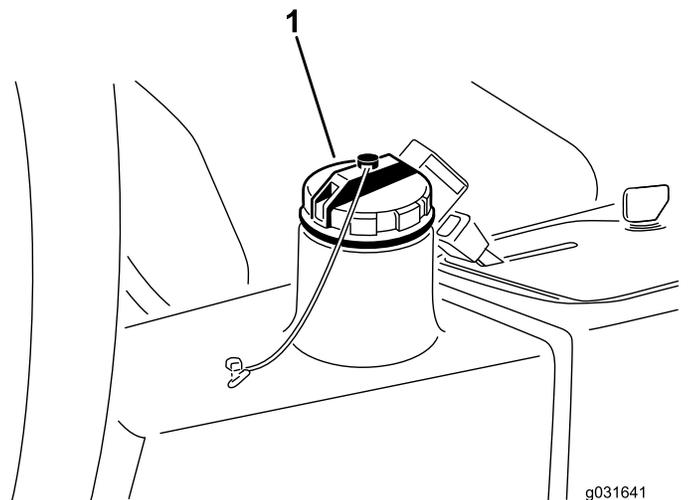

Bild 65
4. Füllen Sie den Behälter (Bild 65) mit ca. 13,2 Liter Hydrauliköl, siehe Hydrauliköl – technische Angaben \(Seite 53\) und Prüfen des Hydraulikölstands \(Seite 53\).